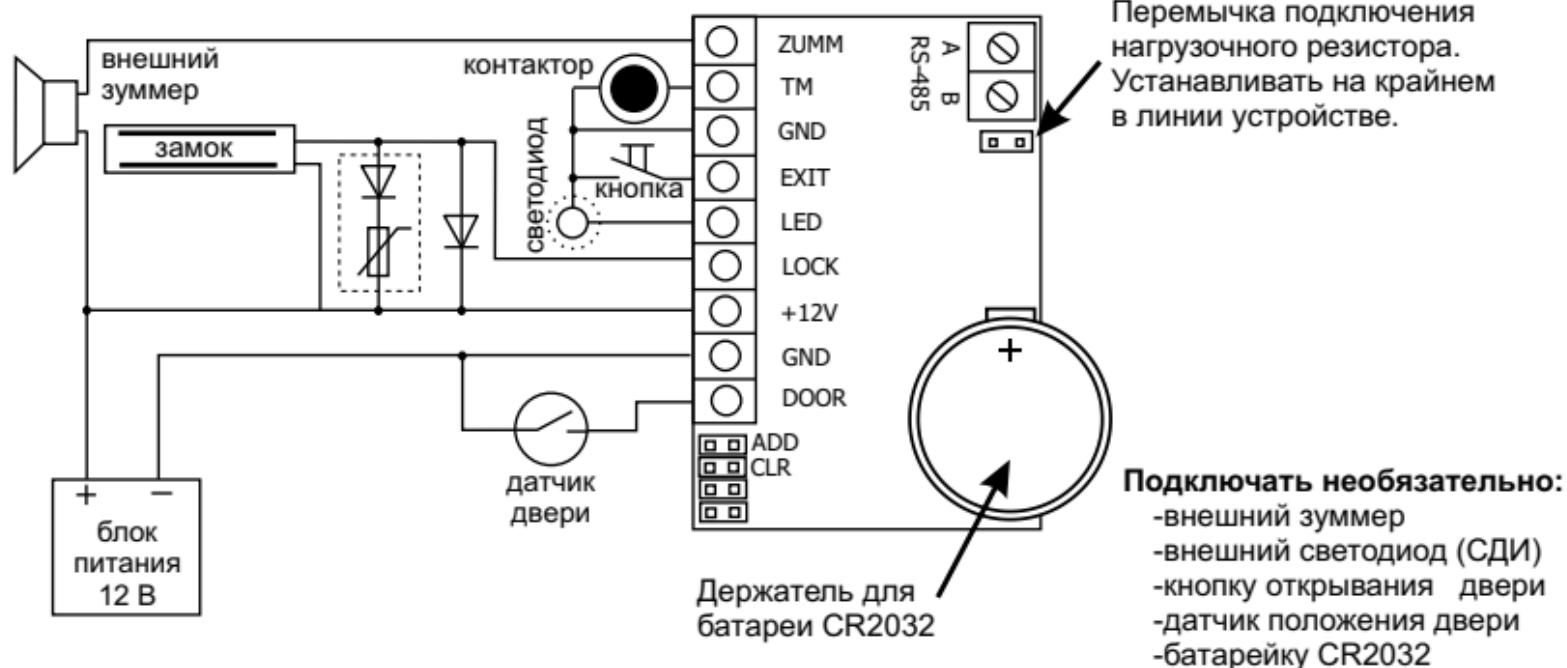

Рис.2 Схема подключения внешних устройств
- на входе - считыватель Matrix-II (мод. Е) (или считыватель CP-Z-2 (мод. MF) при скрытой проводке) (см. рис.2, 3);
Б. Вход - по картам стандарта EM-Marine, выход - с помощью кнопки открывания замка (см. рис.2, 3):
После этого время срабатывания (открывания) электромагнитного замка может возрасти на 1-3 секунды по сравнению с работающей схемой гашения тока. Если такое увеличение времени неприемлемо, то рекомендуется последовательно с диодом установить варистор на напряжение до 14 вольт и рассеиваемой энергией от 0,7 Дж (рекомендуется V8ZA2P) (см. рис.2).
В случае, если замок электромеханический, установите защитный диод (см. рис.2) и перемычку - в положение 1 (см. рис.6).